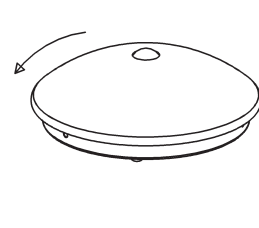

Figura 1
-Rode a tampa de plástico contra o sentido ods ponteiros do relógio e retire-a. (consulte a figura 1)